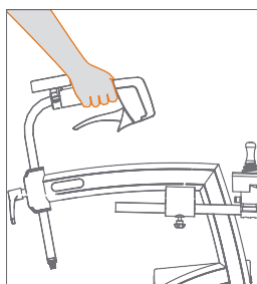

Figura 65:
- Al caminar, mantenga los dedos rodeando ligeramente las empuñaduras de espuma (**Figura 65**). También puede colocarlos sobre las manetas de freno, con el pulgar en la parte interior de la maneta.